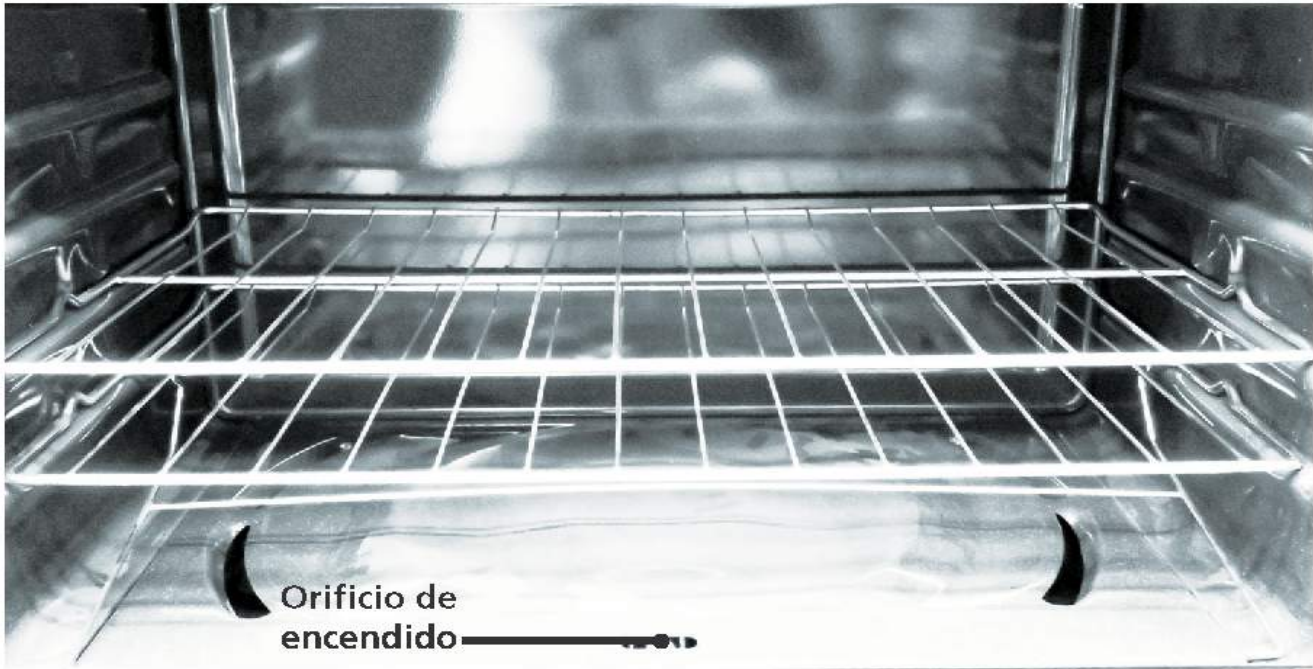

Figura 2
- 3 Ubique el orificio de encendido del quemador (ver figura 2).